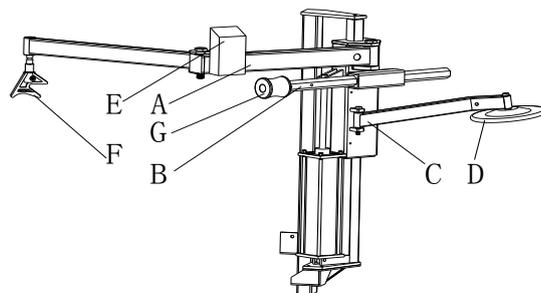

Fig 12
- 4) Instale o braço Giratório (A), o braço horizontal Hexagonal (B) e o suporte do cilindro de levantamento do pneu (C) separadamente na desmontadora de pneu (Fig 12);
- 5) Instale o cilindro de levantamento de pneu (D), o interruptor (E), a cabeça de prensagem do pneu (F) e o cilindro de prensagem do pneu (G) separadamente na desmontadora de pneu (Fig 12);
Fig 12 mostra as peças funcionais do dispositivo 036:
Cuidado: O suporte do cilindro não pode ser usado em todos os pneus, alguns pneus precisam da seguinte operação: Mova a cabeça de montagem acima do aro; insira a alavanca de levantamento no espaço entre o talão do pneu inferior e o aro, tenha o pneu pendurado na cabeça de montagem (Fig 12); pise no pedal de fornecimento de energia para girar a plataforma giratória. Com a ajuda da cabeça de montagem, o pneu é completamente desanexado.